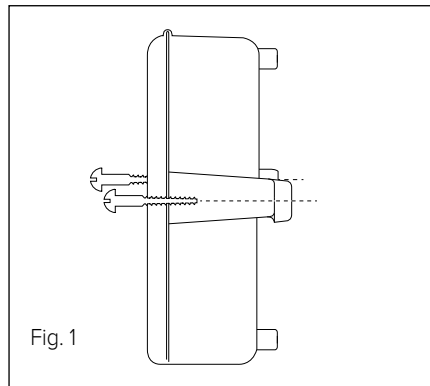

Fig. 1
- Fixer la sonde extérieure au mur (seulement après effectué le jumelage) à l'endroit choisi, à l'aide des chevilles et des vis fournies dans le kit (Fig. 1).